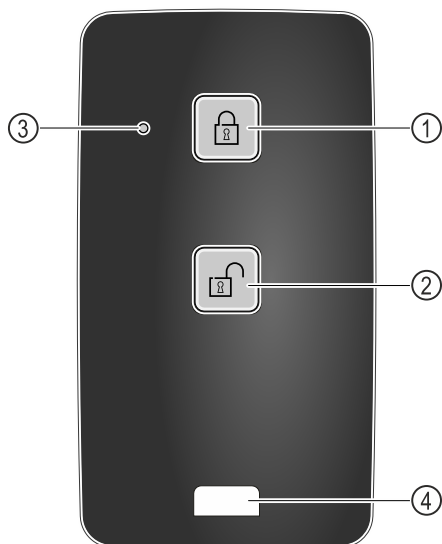

Fig. 245
- (1) Κλείδωμα κλειδαριάς
(2) Ξεκλείδωμα κλειδαριάς
(3) LED κατάστασης
(4) Κρίκος στερέωσης
- ▶ Πατήστε το πλήκτρο Fig. 245 (1) στο τηλεχειριστήριο.
- ▶ Πατήστε το πλήκτρο Fig. 245 (2) στο τηλεχειριστήριο.
- ▶ Το LED κατάστασης Fig. 245 (3) παρέχει μια οπτική απόκριση με το πάτημα του πλήκτρου.
- ▶ Κρίκος Fig. 245 (4) για στερέωση του τηλεχειριστηρίου, για παράδειγμα σε ένα μπρελόκ.